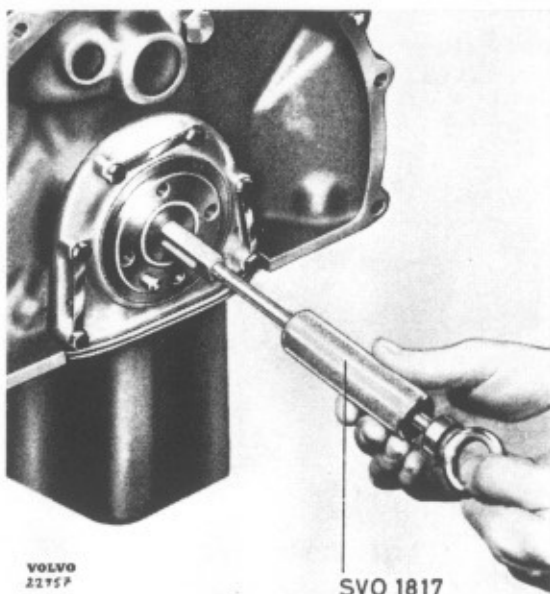

Bild 1-28. Demontering av stödlager
2. Tag bort svänghjul och bakre tätning för vevaxeln. Drag ur stödlagret med avdragare SVO 1817, bild 1-28.